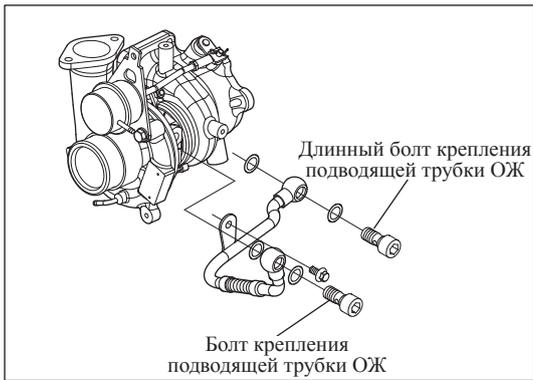

Рис. 7-2-3. Установка подводящей трубки ОЖ турбонагнетателя
- (1) Установить подводящую трубку ОЖ турбонагнетателя и прокладку, затем закрепить с помощью болтов, как показано на рис. 7-2-3.